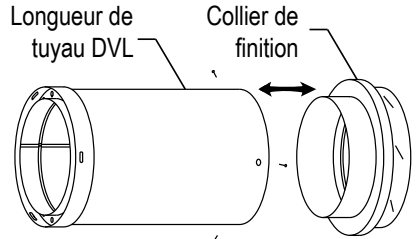

Figure 4
2. Raccorder le DVL à un collier de finition (Figure 4)